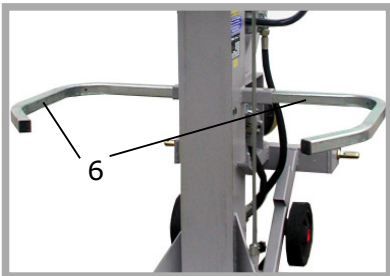

Abb. 6
Die seitlich angebrachten Holzhaltebügel (6) dienen zum Festhalten der gespaltenen Holzstücke, damit diese nach dem Spaltvorgang nicht umkippen können (siehe Abb. 6).